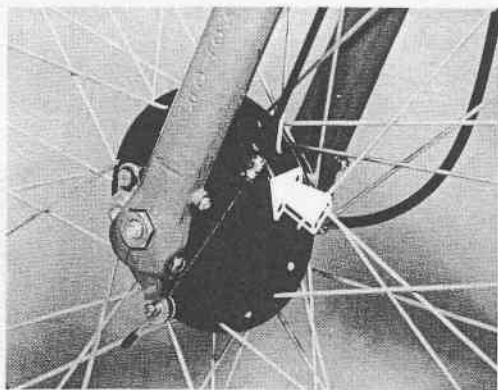

Fig. 26 - Moyeu de la roue avant
- Desserrer la vis de réglage (Fig. 26) de façon à donner du jeu au câble du frein et pousser le levier de freinage vers le haut; ensuite désenfiler la transmission.